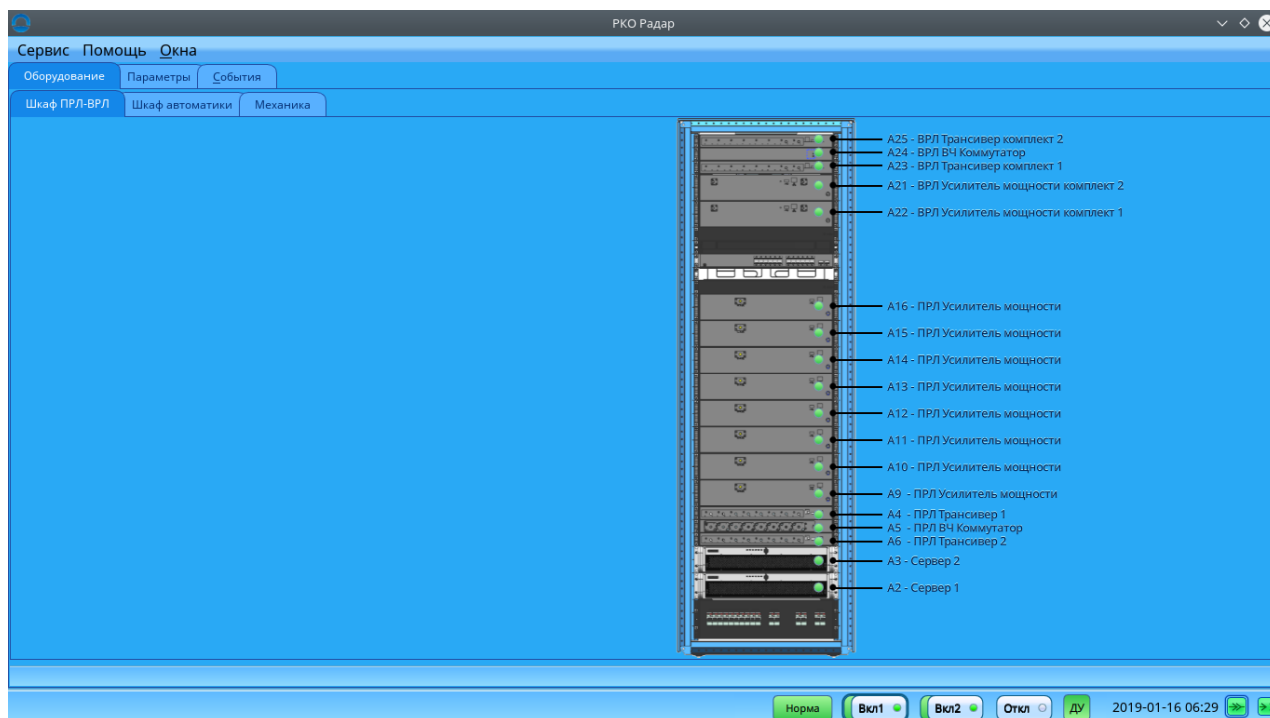

Рисунок 6 Вид вкладки "Шкаф ПРЛ-ВРЛ"
4.2.1.3 Состояния усилителей, трансиверов, ВЧ-коммутаторов и серверов отображаются на вкладке «Шкаф ПРЛ-ВРЛ» (рисунок 6).